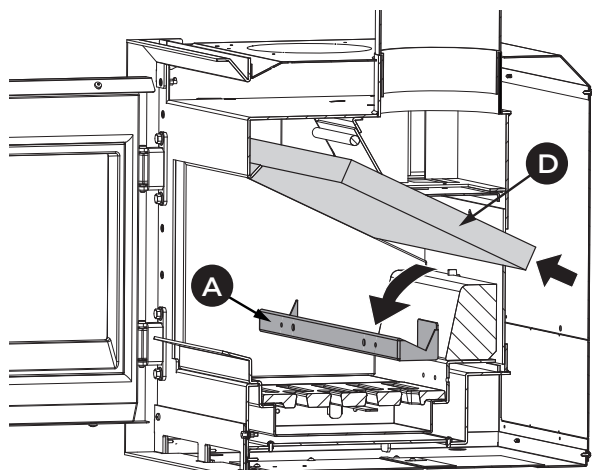

Fig. 8.1
1	Fig. 8.1 solo per Apollo: Sollevare il deflettore (D) e rimuovere la lamiera della post-combustione (A)